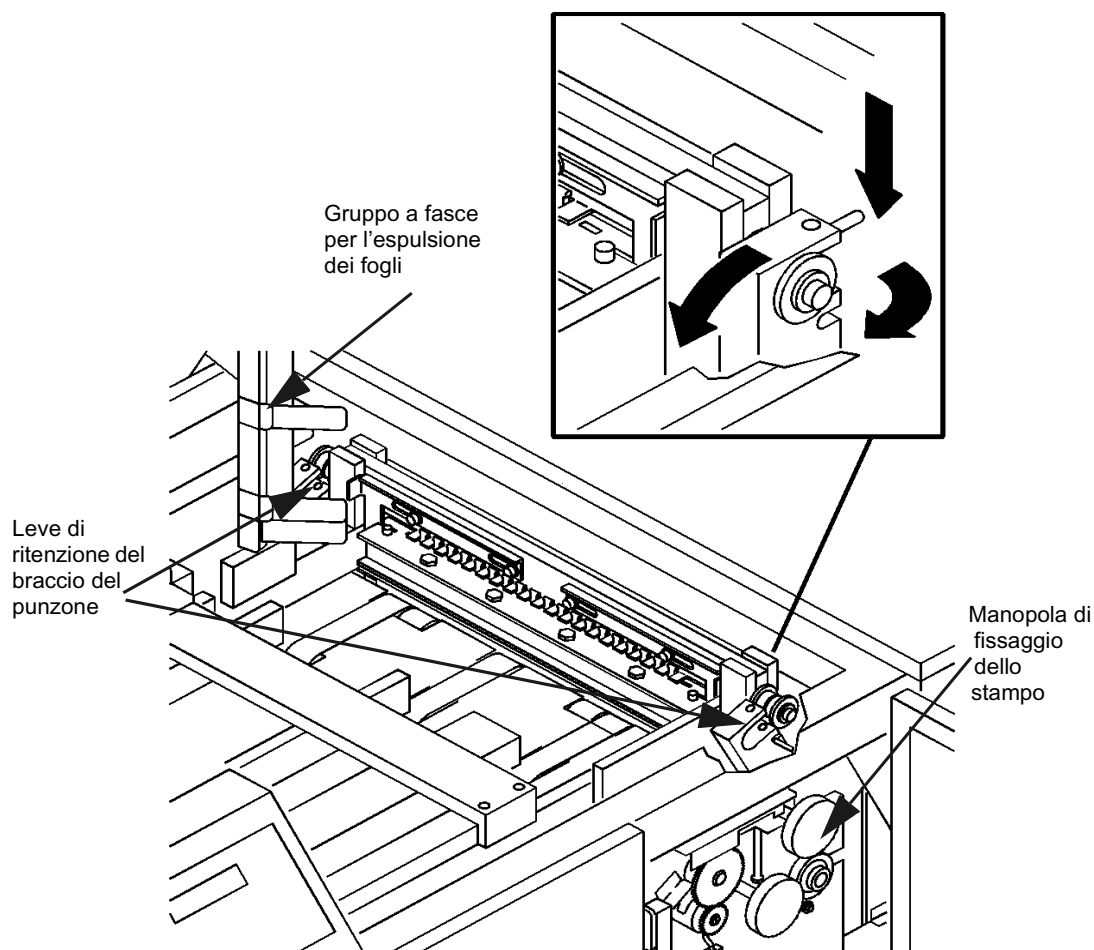

Figura 2-2: Sblocco del gruppo dello stampo
- 3 Aprire il gruppo a fasce per l'espulsione dei fogli, come illustrato nella Figura 2-2.
- 4 Rilasciare le leve di ritenzione del braccio del punzone spingendo verso il basso e di lato, come illustrato nella Figura 2-2.
- 5 Sbloccare lo stampo ruotando la manopola di fissaggio dello stampo in senso orario fino a quando non si sente un "clic", come illustrato nella Figura 2-2. Non ruotare oltre, altrimenti lo stampo si bloccherà nuovamente.